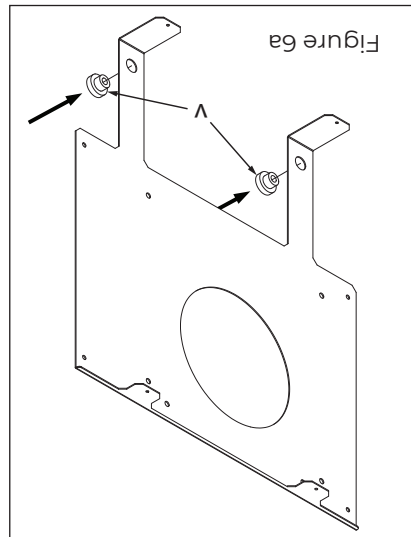

Figure 6a
3. Insérez les deux œillets en caoutchouc fournis (V) dans le support inférieur comme indiqué sur la figure 6a. Vérifiez que le support est de niveau. Après avoir mis à niveau le support de suspension, marquez les quatre trous comme indiqué sur la figure 6b.